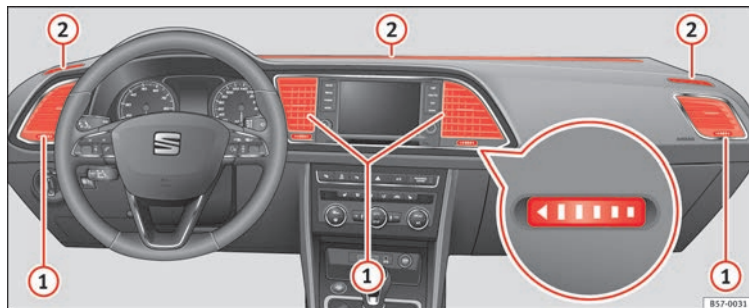

Fig. 161 Sur la planche de bord : diffuseurs d'air.
Pour garantir le chauffage, le refroidissement et la ventilation à l'intérieur de l'habitacle, les diffuseurs d'air » fig. 161 ① doivent rester ouverts.